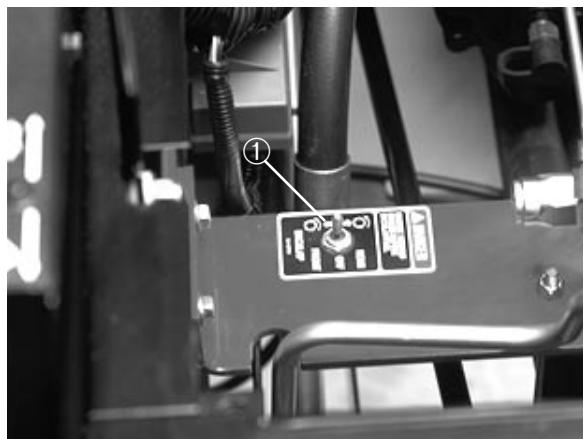

Fig. 12
**Leva di lappatura** (Fig. 12)—Viene utilizzata con la leva di comando abbassa e taglia-alza (lower mow-raise) per eseguire la lappatura. Questa leva si trova sotto la piastra del sedile. Vedi *Manutenzione degli apparati di taglio, Lappatura*.